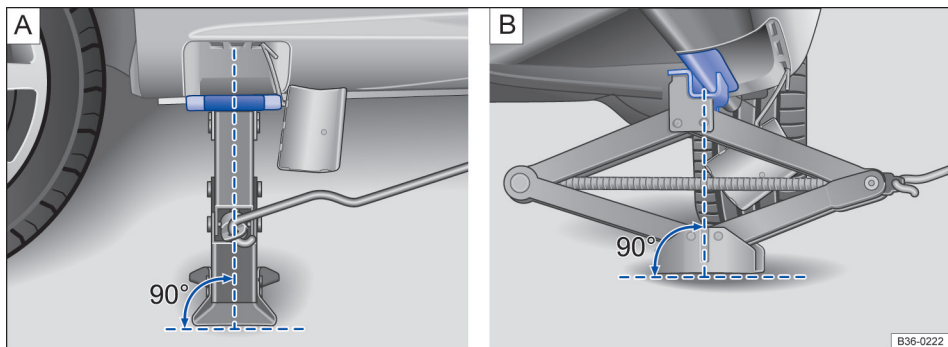

Fig. 264 Macaco posicionado no lado esquerdo traseiro do veículo.
10. Garantir que a base do macaco, com toda sua superfície, esteja sobre o chão e que a base se encontre perpendicularmente abaixo do ponto de colocação → Fig. 264.
11. Alinhar o macaco e, simultaneamente, levantar a garra do macaco até ela se encaixar na travessa de baixo do veículo → Fig. 264.
- Posicionar o macaco somente nos pontos indicados. A garra do macaco deve se encaixar no perfil da longarina de forma segura → Fig. 264.